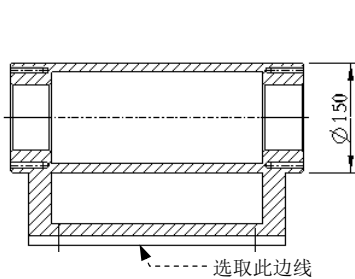

图 5.9.44 选取视图轮廓线
(1) 在功能选项卡区域的 **注释** 选项卡中选择 **模型基准**  **模型基准平面** 命令。
(2) 在系统弹出的“基准”对话框的 **名称** 文本框中输入基准名 B。
(3) 单击对话框中的 **定义** 区域的 **在表面上...** 按钮，然后选取图 5.9.44 所示的视图轮廓边线（即模型下底面的投影）。
(4) 在“基准”对话框的 **类型** 区域中单击  按钮，此时在主视图和左视图中均显示出基准符号，其他参数采用系统默认设置值。